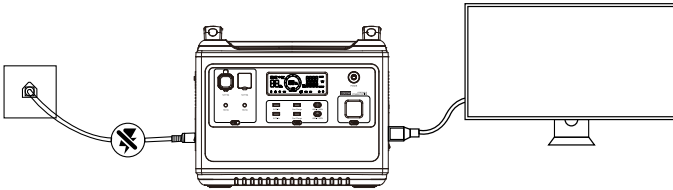

Abb. 3: USV Setup
3. Schließen Sie ein Gerät an einen der Wechselstrom-Ausgänge an. Siehe [Abb. 3: USV Setup \[► 15\]](#).